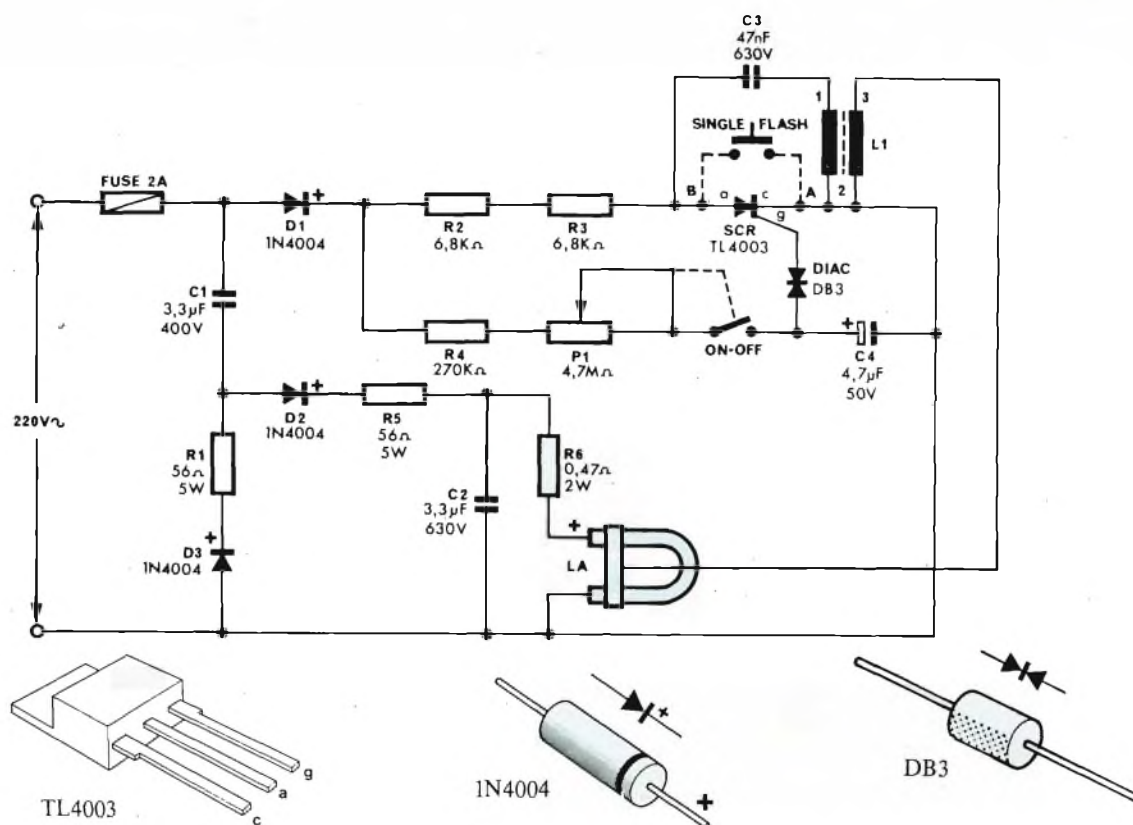

Fig. 1 - Schema elettrico dell'UK727 dell'Amtron, e disposizione dei piedini dei semiconduttori impiegati.
5. Quando si utilizza l'accensione "automatica" per il "C15" (figure 1, 2), il terminale 5 diviene il ramo positivo di alimentazione per l'autoradio o il deck a nastro ecc. Si deve togliere ogni altra connessione che portava il +12 V all'apparecchio pilota. In tal modo, il "C15" risulta bloccato sino a che tra i terminali 5 e 6 non circola la corrente assorbita dall'apparecchio-pilota, poi entra in funzione in modo assolutamente automatico, anche nel caso di connessione stereo, come si vede nella figura 2.